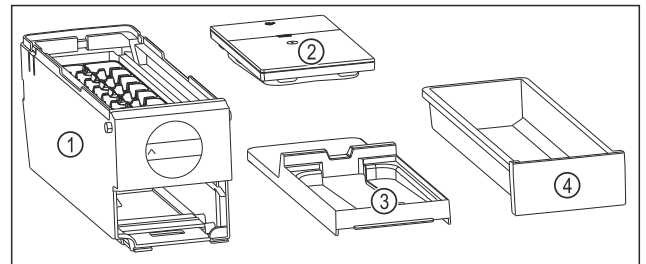

Fig. 173 EasyTwist-Ice 的组成部分
- ▶ EasyTwist-Ice 已被拆解为四部分。(参见 Fig. 173)
- ▶ 仅将 EasyTwist-Ice 拆解成所示的组成部分。(参见 Fig. 173)
- ▶ 将 EasyTwist-Ice 机身 Fig. 173 (1) 作为整体进行清洁。